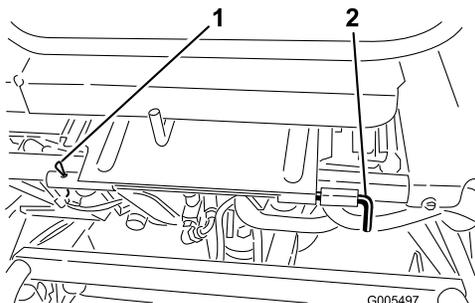

図 25
- 座席を降ろし、回転軸を固定しているロールピンを抜き取る 図 25。